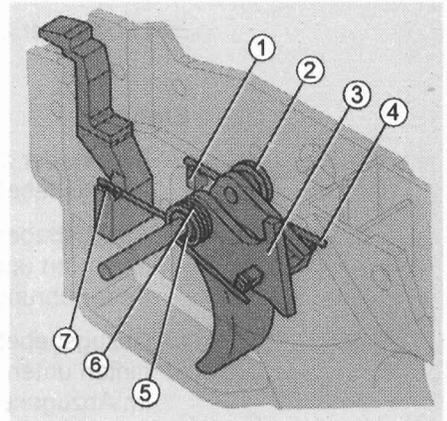

Bild 62 Einbaulage Abzugs- und Fangstollenfeder
- ⇒ Abzugs- und Fangstollenfeder (62/2 und 6) gemäß Bild 62 auf die Nocken (62/5) am Abzug (62/3) aufsetzen.